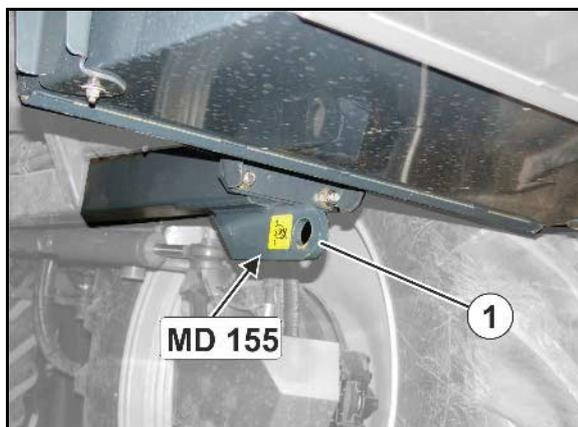

Fig. 4
- Un punto di aggancio anteriore (Fig. 4/1)